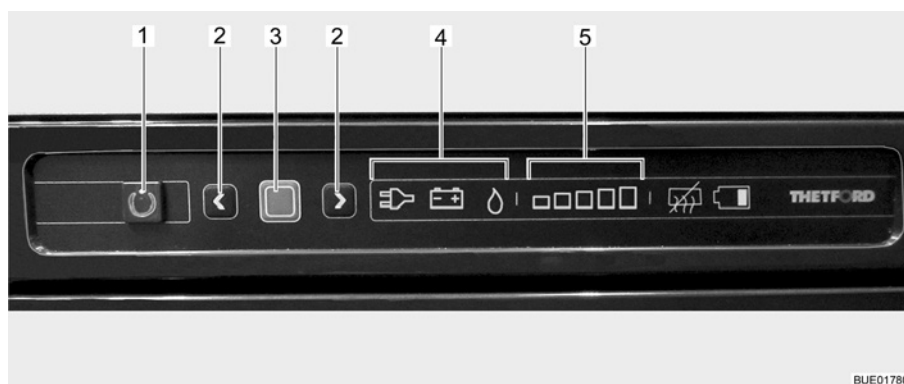

Fig. 97 Boutons de commande pour le réfrigérateur
Le mode de fonctionnement actuel est indiqué par un symbole éclairé (Fig. 97,4) sur l'unité de commande.
Lorsque le réfrigérateur est mis en marche, il choisit automatiquement la dernière température du thermostat sélectionnée. Ce réglage peut cependant être corrigé manuellement à l'aide des touches fléchées (Fig. 97,2). Les
barres lumineuses de l'indicateur du degré de refroidissement (Fig. 97,5) indiquent le réglage sélectionné du thermostat. La température de réfrigération de tous les trois types d'énergie est réglée avec les touches fléchées. Il faudra attendre quelques heures jusqu'à ce que le réfrigérateur ait atteint sa température normale de réfrigération. Il garde toutefois son réglage de température lorsqu'on change d'un mode à un autre. La température de réfrigération est maintenue indépendamment du type d'énergie choisi.
- Appuyer sur la touche Marche/Arrêt (Fig. 97,1) pendant 1 seconde. La touche (Fig. 97,1) s'allume en vert. L'affichage devient plus sombre pour des raisons d'économie d'énergie au bout d'env. 10 secondes.
- Appuyer sur la touche de confirmation (Fig. 97,3) pendant env. 2 secondes. Les symboles des modes de fonctionnement (Fig. 97,4) clignotent.
- Pour changer de mode de fonctionnement, appuyer sur les touches fléchées (Fig. 97,2).
- Pour le régime au gaz, choisir le mode de fonctionnement avec les touches fléchées (Fig. 97,2). L'arrivée de gaz est ouverte. L'allumage s'effectue de manière automatique. Un tic-tac est distinctement perceptible jusqu'à ce que la procédure d'allumage soit effectuée avec succès.
- Appuyer sur la touche de confirmation (Fig. 97,3).
- Appuyer de nouveau sur la touche de confirmation (Fig. 97,3). Le degré actuel de refroidissement est indiqué par les barres lumineuses (Fig. 97,5).
- Pour changer le réglage, appuyer sur les touches fléchées (Fig. 97,2) jusqu'à ce que le réglage désiré soit affiché.
- Appuyer sur la touche Marche/Arrêt (Fig. 97,1) pendant env. 2 secondes. Toutes les lampes s'éteignent. Le réfrigérateur est coupé.